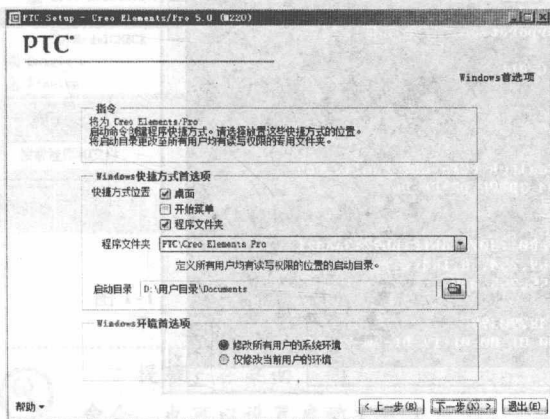
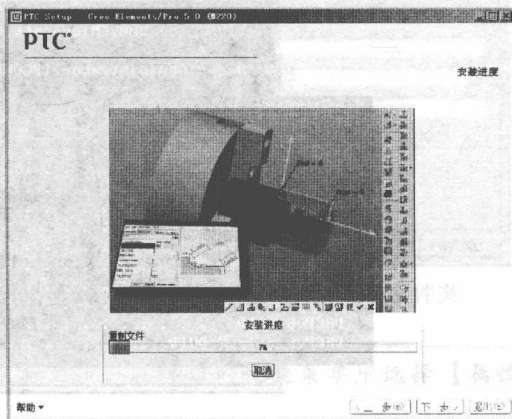

图 1-13 设置快捷方式
图 1-14 进行安装
(15) 单击 **下一步(N) >** 按钮，进入设置界面，在【Windows 快捷方式首选项】选项组，选中【桌面】复选框，以便在桌面显示快捷方式，其余使用默认设置，如图 1-13 所示。
(16) 单击 **下一步(N) >** 按钮，进入配置界面，不进行任何配置，使用默认选项。
(17) 单击 **下一步(N) >** 按钮，进入执行安装指令界面，单击 **安装** 按钮，系统开始安装，如图 1-14 所示。